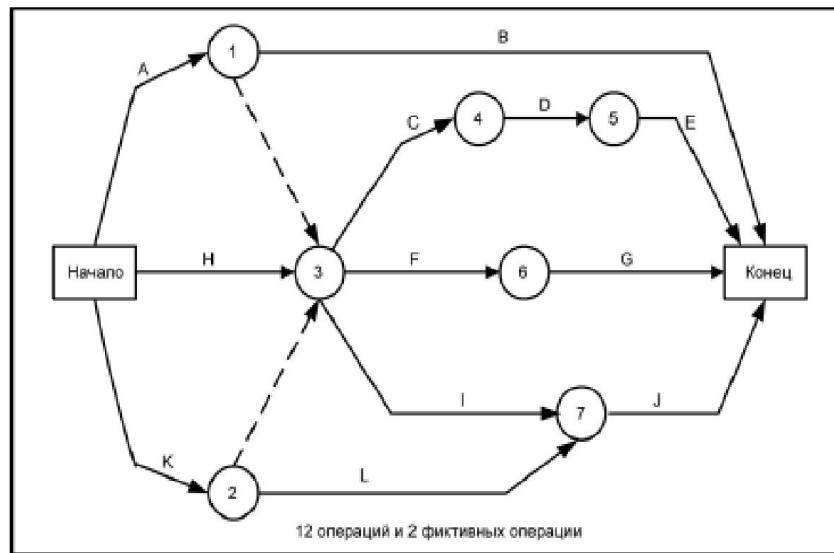

Рисунок 6-6. Метод стрелочных диаграмм
2. **Метод стрелочных диаграмм (операции на стрелках или дугах).** Метод построения сетевых диаграмм расписания проекта, в котором операции представляются в виде дуг, которые соединяются в узлах (рис. 6-6- на с. 132). Другое название метода – «операции на дугах».